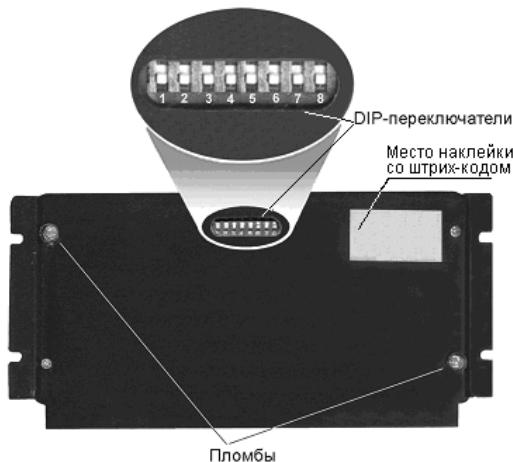
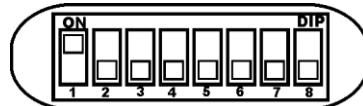

Рисунок 8 – DIP-переключатели контроллера
Рисунок 9 – Возможные положения переключателя
Ввод осуществляется при помощи восьмиразрядного DIP-переключателя на задней панели (рисунок 8). **Первый разряд – младший.** Для ввода двоичного нуля переключатель соответствующего разряда следует перевести в нижнее положение (OFF), а для ввода единицы – в верхнее (ON). (рисунок 9).
С обратной стороны корпуса контроллера установлены пломбы для контроля несанкционированного вскрытия (см. рисунок 8). **Нарушение пломб ведет к снятию гарантии.**